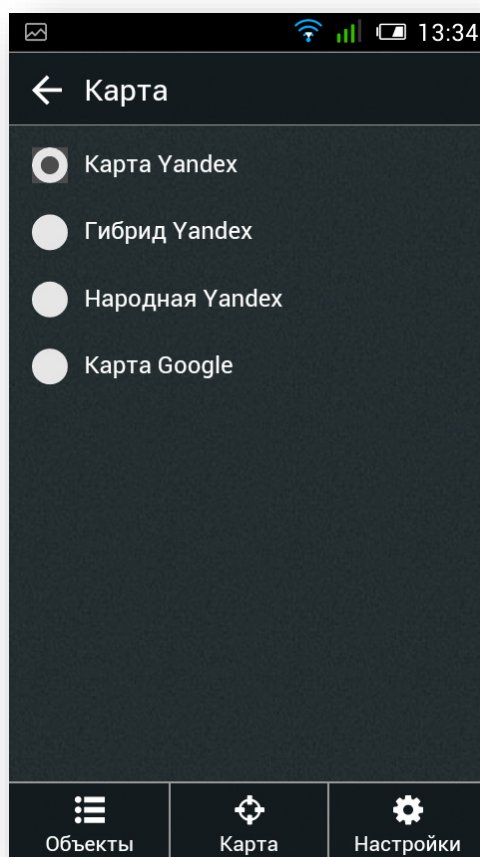

Рисунок 217. Настройки → Карта
- Карта – выберите вид карты для отображения (рис. 217). Доступны следующие карты: